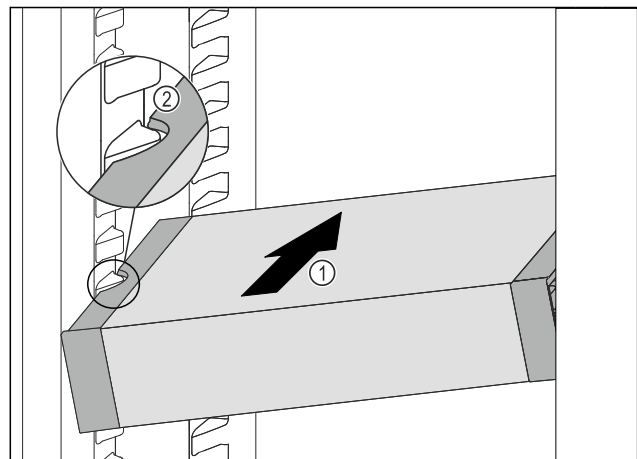

Fig. 87
- ▶ Вдвигайте VarioSafe под наклоном в холодильное отделение *Fig. 87 (1)*, пока боковые выемки *Fig. 87 (2)* VarioSafe не окажутся на высоте выступа резервуара в холодильном отделении.